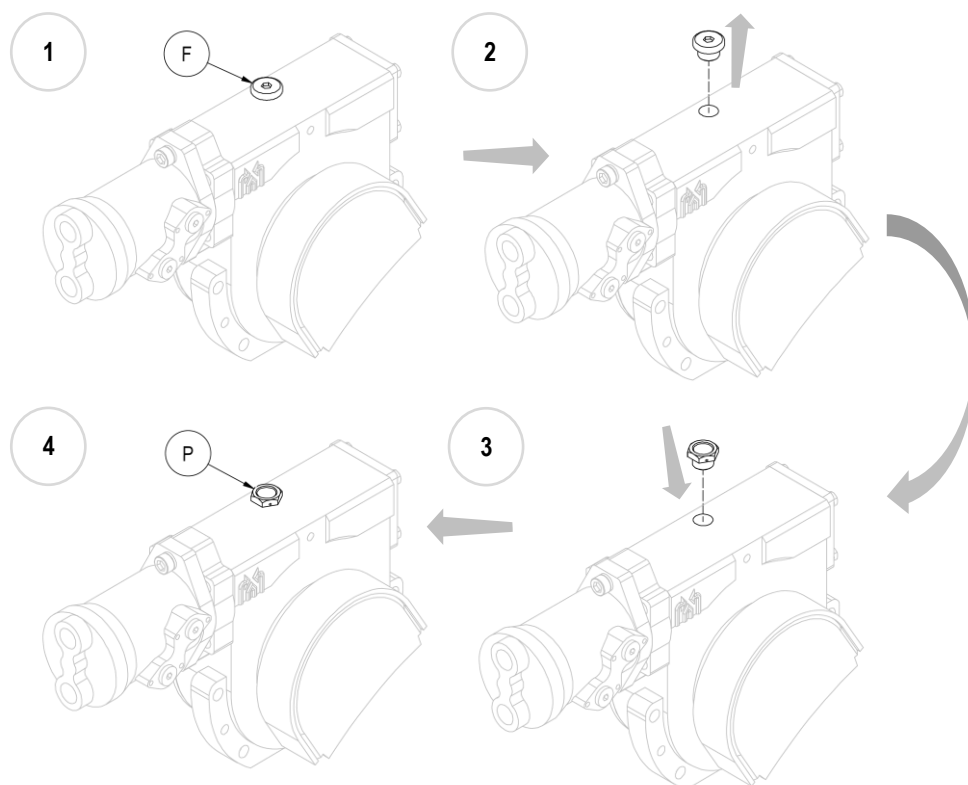

Figura 5
11. **N.B.** Con el implemento montado, reemplaze el tapón de llenado de aceite de hierro ciego (F) por el de plástico suministrado (P), equipado con un respiradero (mira *Figura 5*).